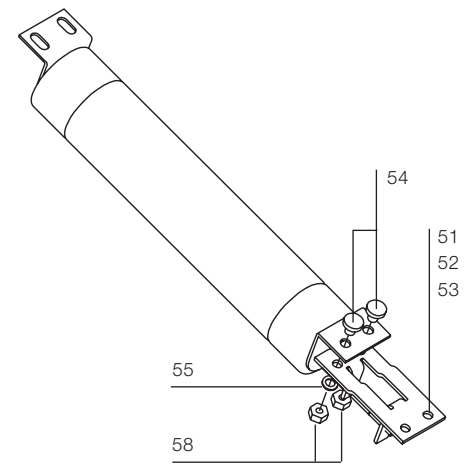

Fig. 20a
a) Montagem dos adaptadores (fig. 20a)